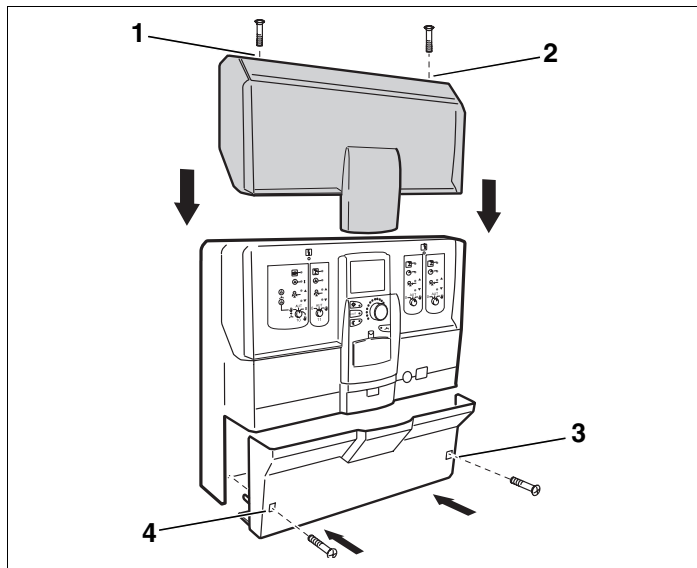

Abb. 10 Gehäusedeckel und Leitungsabdeckung montieren
- Die beiden Schrauben am oberen Gehäusedeckel wieder eindrehen (Abb. 10, **Pos. 1 und 2**).
- Die beiden Schrauben der Leitungsabdeckung (Abb. 10, **Pos. 3 und 4**) wieder eindrehen.